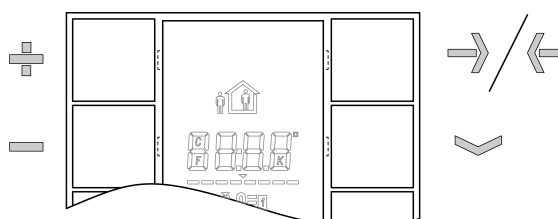

Imagen 2: Teclas de menú
- Cambiar al menú: pulsar simultáneamente las dos teclas superiores (Imagen 2).